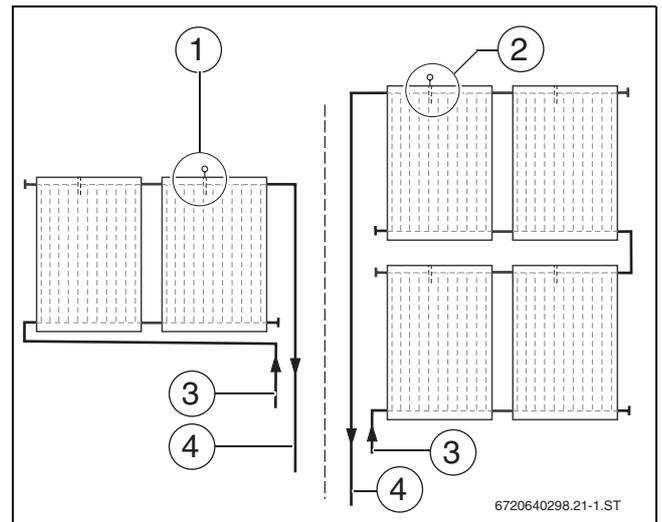

Fig. 49 Posição da sonda do colector
- ▶ Montar a sonda do colector no colector com o tubo de avanço ligado (→ fig. 49).